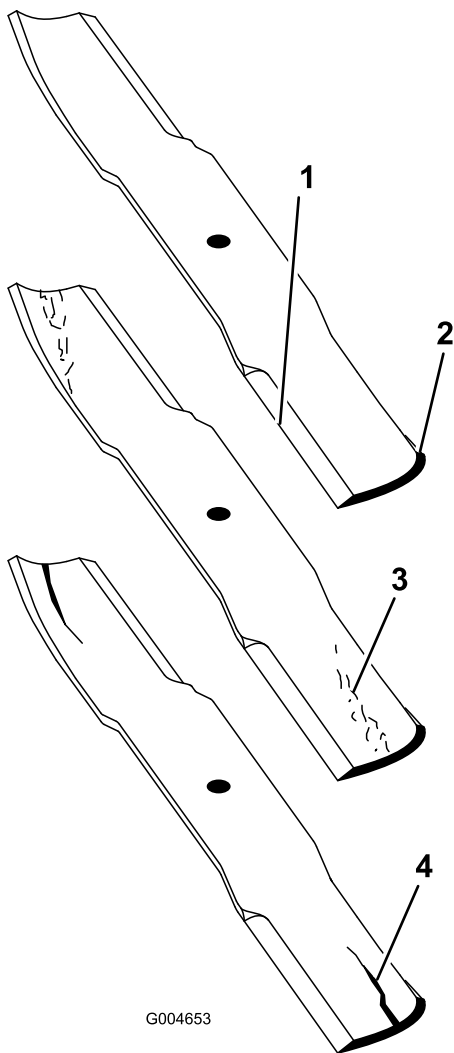

Figure 85
2. Examinez attentivement les tranchants de la lame, particulièrement au point de rencontre des parties plane et relevée (Figure 85).
Remarque: Le sable et les matières abrasives peuvent éroder le métal à cet endroit, c'est pourquoi il est important de contrôler l'état de la lame avant d'utiliser la tondeuse. Remplacez la lame si elle vous semble usée (Figure 85).